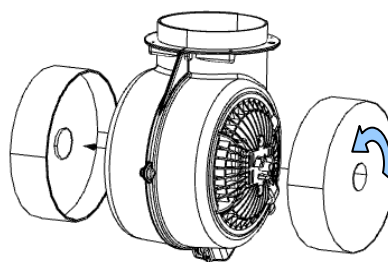

Рис. 10
3. Снимите угольный фильтр, который находится внутри вытяжки на корпусе двигателя с обеих сторон (рис. 10), вращая его против часовой стрелки.